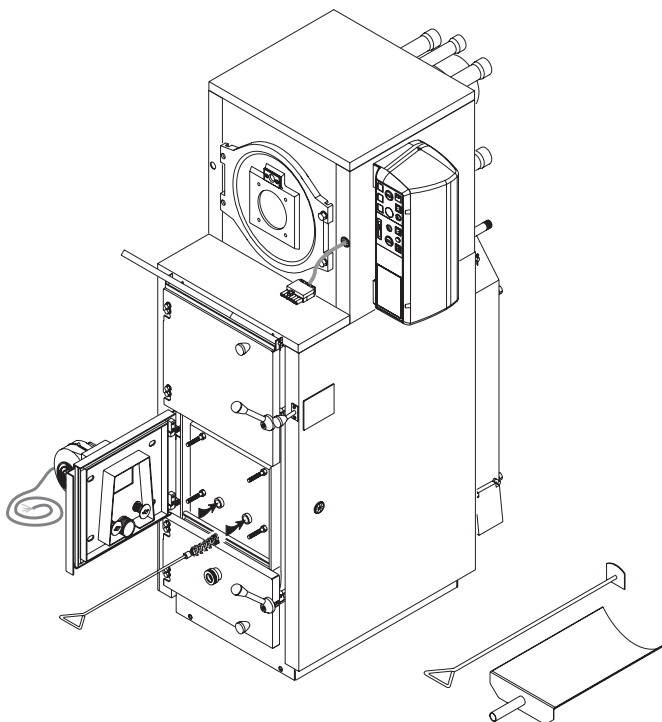

fig. 46
- 2) verificare che i due fori di adduzione dell'aria secondaria che sboccano nella sede di griglia non siano otturati: in questo caso passare **con uno scovolo soffice** in ciascun condotto. L'operazione va eseguita come indicato in fig. 46.
Rimuovere la parete centrale (fig. 46) dove sono montate le valvole di regolazione dell'aria e pulire accuratamente l'intercapedine interna dai residui di catrame, polvere e scaglie di legno entrati dai fori di passaggio dell'aria primaria. Pulire con cura **mediante uno scovolo soffice** i passaggi dell'aria secondaria.